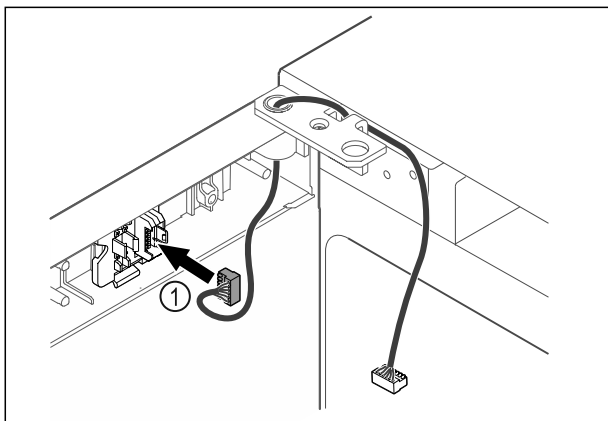

Fig. 44
- ▶ Zasuňte zástrčku Fig. 44 (1) do držiaka zástrčky.